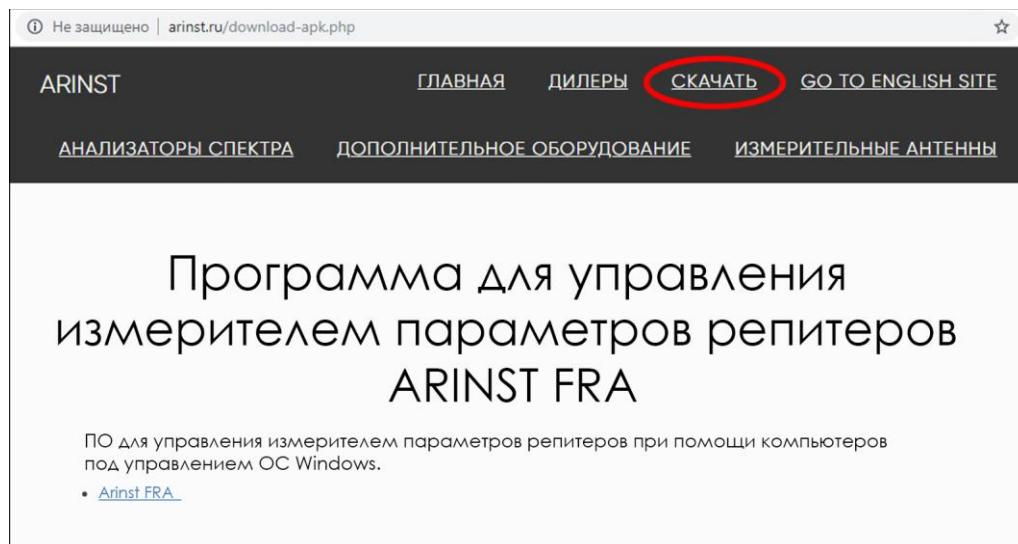

Рисунок 7.1 – Загрузка установщика приложения
7.1. Зайдите на официальный сайт ARINST, введя в адресной строке вашего браузера адрес [www.arinst.ru](http://www.arinst.ru). Перейдите в раздел **СКАЧАТЬ** и кликните по файлу установки приложения для управления измерителем параметров репитеров ARINST FRA (Рисунок 7.1).